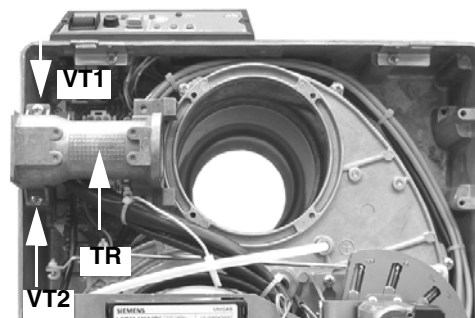

Fig. 18
- 6 uEntfernen Sie das Stück **TR**, bringen Sie es wieder an und befestigen Sie es mit den Schrauben **VT1** und **VT2** befestigen (Fig. 18).